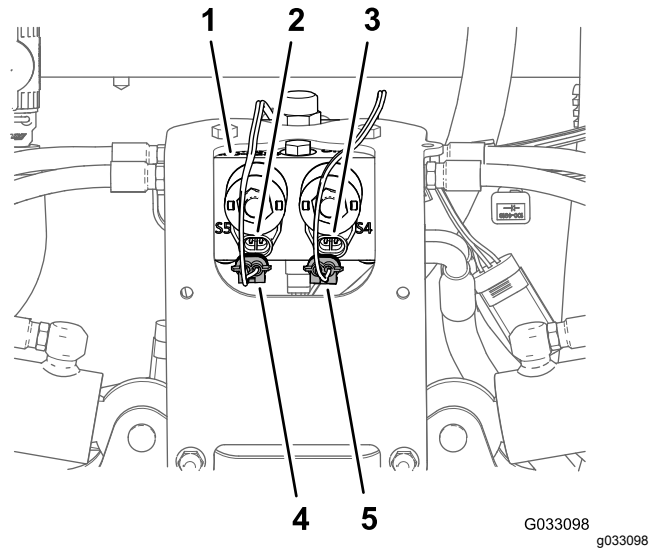

Bild 31
1. Ziehen Sie den 2-Stift-Stecker des Kabelbaums für den Sonic Boom vom 2-Stift-Stecker der rechten zylinderaktivierenden Stromspule des Hubzylinderverteilers ab (Bild 31).
2. Ziehen Sie den 2-Stift-Stecker des Kabelbaums für den Sonic Boom vom 2-Stift-Stecker der linken zylinderaktivierenden Stromspule des Hubzylinderverteilers ab (Bild 31).